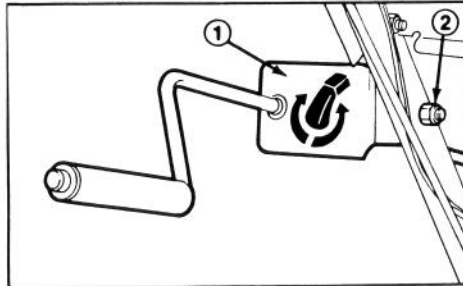

Figure 10
1. Fixez le support et la tige de commande de l'éjecteur sur le côté gauche du mancheron à l'aide de la vis à tête et de l'écrou de blocage. Laissez l'écrou desserré jusqu'à ce que l'ensemble soit complètement monté (Fig. 10).
3. Glissez la vis sans fin dans les dents de l'anneau de retenue de l'éjecteur et serrez l'écrou de blocage (Fig. 10). Serrez ensuite l'écrou de blocage qui fixe le support de la tige de commande d'éjecteur au mancheron gauche (Fig. 10).